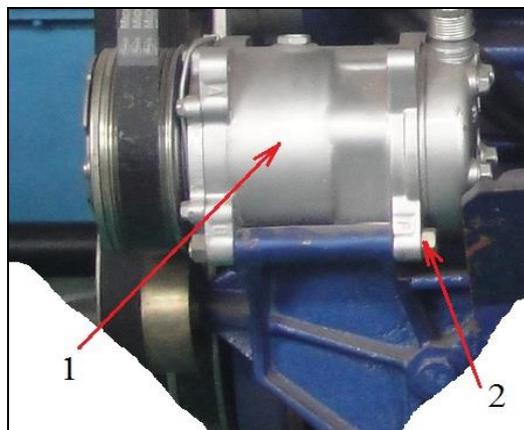

Рис. 14 Снятие компрессора кондиционера
2.11. Снятие компрессора кондиционера (см. Рис. 14)